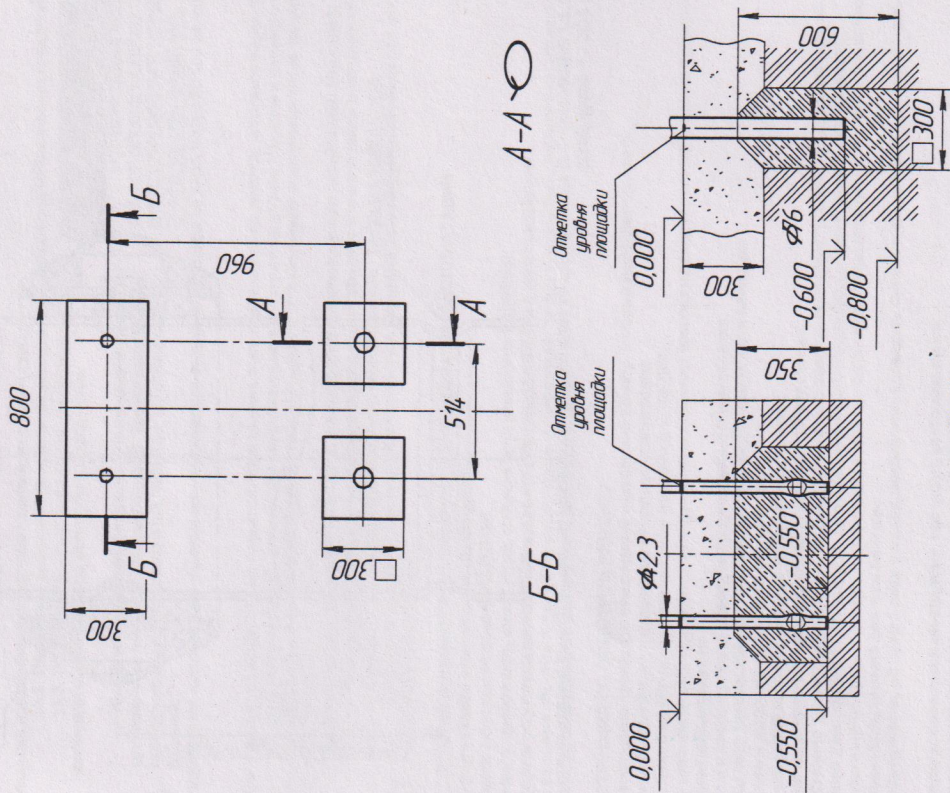

Рис. 3
- Подготовить приямки по схеме на рис. 3.
- Установить в приямки лестницу (поз.1), соединенную с брусками (поз.2) и выровнять согласно рис.3.